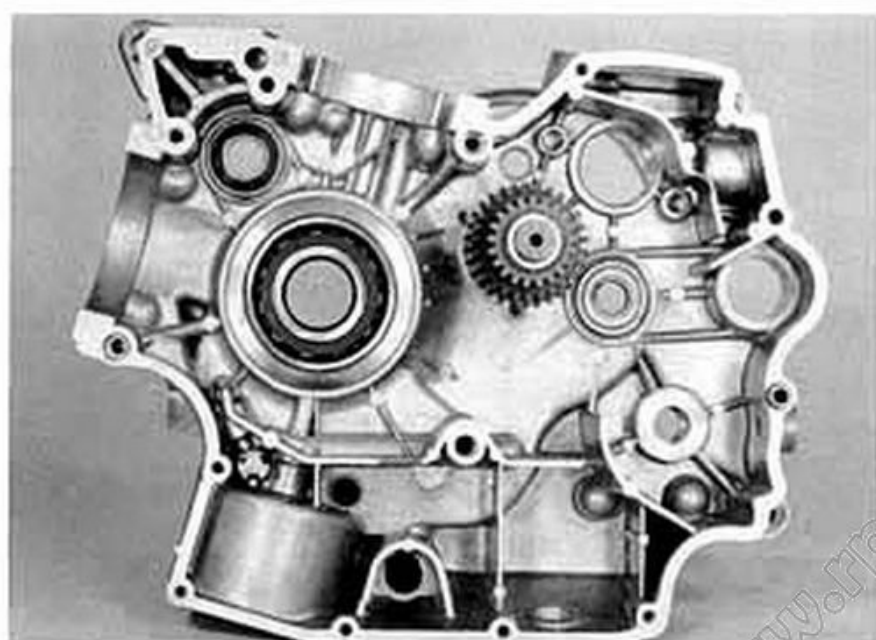

Fig. 48
- Sfilare i due alberi completi di ingranaggi (fig. 48) facendo bene attenzione alle loro rondelle di rasamento, ed a quelle del tamburo cambio, ciascuna delle quali deve essere ricollocata nella propria posizione originale all'atto del rimontaggio se non è stato sostituito alcun componente del cambio (in questo ultimo caso occorre procedere a nuova spessorazione, facendo bene attenzione che ciascun albero abbia il prescritto gioco assiale, vedi pag. 77)
- Slide off the two shafts complete with gears, taking care not to drop the shims (Each one of them should be replaced in its original location upon rebuild). If any gearbox parts have been renewed new shims should be selected to achieve the specified side clearance for both shafts - see pag. ?????) (fig. 48).